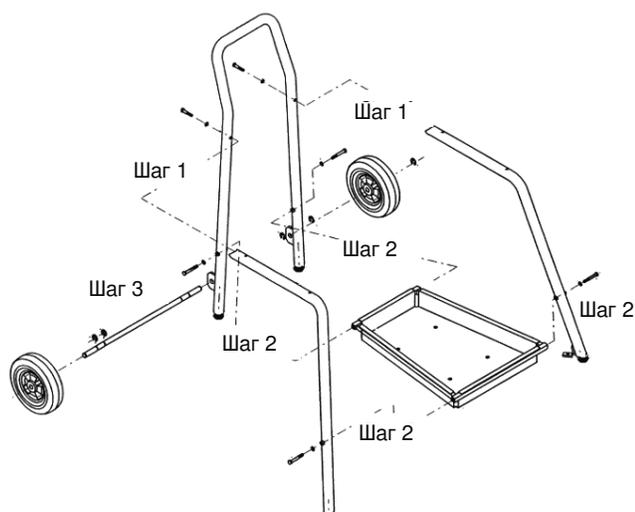

Рис. 4 - Сборка подставки
2. Прикрепите узел лотка для инструментов к задней и передней ножкам с помощью четырех (4) шестигранных винтов $\frac{3}{8}$ дюймов - 16 x 2 $\frac{3}{4}$ дюймов и стопорных шайб. Не затягивайте винты.
3. Вставьте ось в выступы, выходящие из задней опоры/рукоятки в сборе, и закрепите с помощью четырех (4) стопорных колец, см. рис. 4.